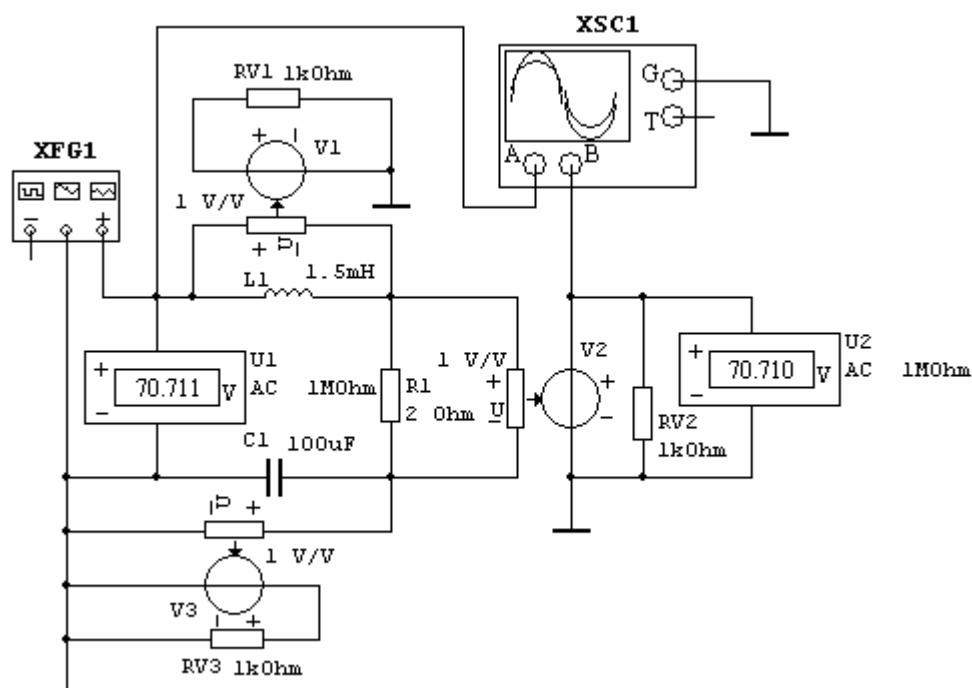

Рис.6.12. Схема виртуального эксперимента и численного анализа для определения частотных характеристик последовательного резонансного контура.
6.2.Г.1. Сформировать схему для проведения виртуального эксперимента и численного анализа согласно рис.6.12.
6.2.Г.3. В качестве датчиков напряжений в схеме рис.6.12 используются источники напряжений $V1$, $V2$, $V3$, управляемые напряжениями.
6.2.Г.5. Повторить операции п.6.2.Г.4 согласно количеству управляемых источников схемы рис.6.12, либо копировать модель источника нужное количество раз. Разместить все модели управляемых источников $V1$, $V2$, $V3$ на поле, при необходимости развернув их должным образом (см. рис. 6.12).
6.2.Г.6. Соединить все элементы между собой согласно схеме рис.6.12 (см. п.п.1.2.Б.13, 6.2.Б.3).
- Открыть закладку *Output variables* и перевести из окна *Variables in circuit* в окно *Selected variables for analysis* номера узлов (узловых напряжений), соответствующих напряжениям управляемых источников $V1$, $V2$, $V3$, т.е. напряжениям $u_{LI}(t)$, $u_{RI}(t)$ и $u_{CI}(t)$ (см. схему рис.6.12).
(рис.6.12) в режиме перебора (изменения) параметра резистора контура $R1$. В качестве изменяемого параметра принять сопротивление резистора $R1$.